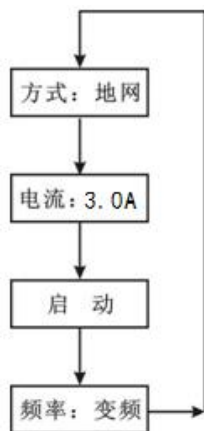

图 9 菜单流程图
(2) 按  键，可移动光标至各菜单项，并循环指示。被选中项反白字体显示。选择键的流程见图 9 所示。
仪器测试完毕，出现图 9 所示界面。按  键可以在 `print`、`quit` 之间选择。如果选择 `print`（打印），按“确认”键，就会打印结果。